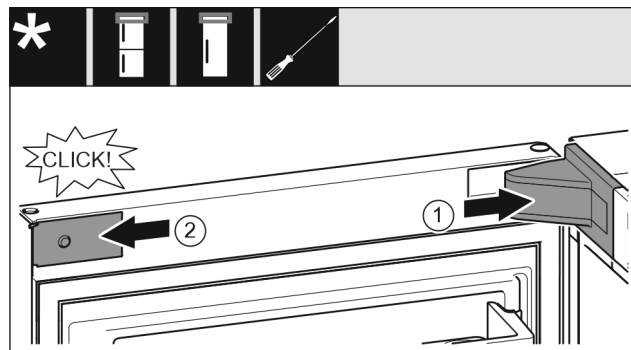

Fig. 24
- Mettre en place le cache du support de palier Fig. 24 (1) et l'enclencher. Au besoin, l'écarter avec précaution.
- Placer le cache Fig. 24 (2) sur le côté et l'enclencher.